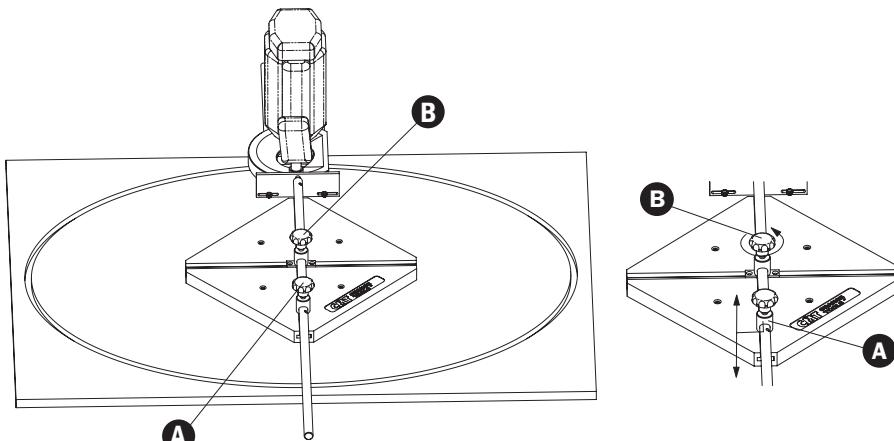

Abb. 7
**(Abb. 7)** Die Elektrofräse um 90° drehen. Der Plastikrahmen (1) wird nicht gedreht – das komplette Gleitelement (B) befindet sich in der Rahmenmitte.